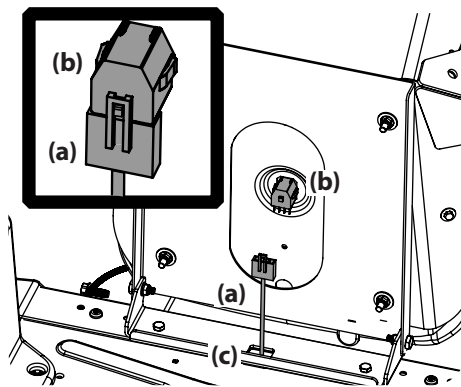

Figura 2-13
3. Si es necesario, conecte el mazo de cables del interruptor del asiento (a) al interruptor del asiento (b), como se muestra en la Figura 2-13. Asegúrese de empujar el cable excedente del cableado para que ingrese en el orificio de la caja del asiento (c) antes de continuar.